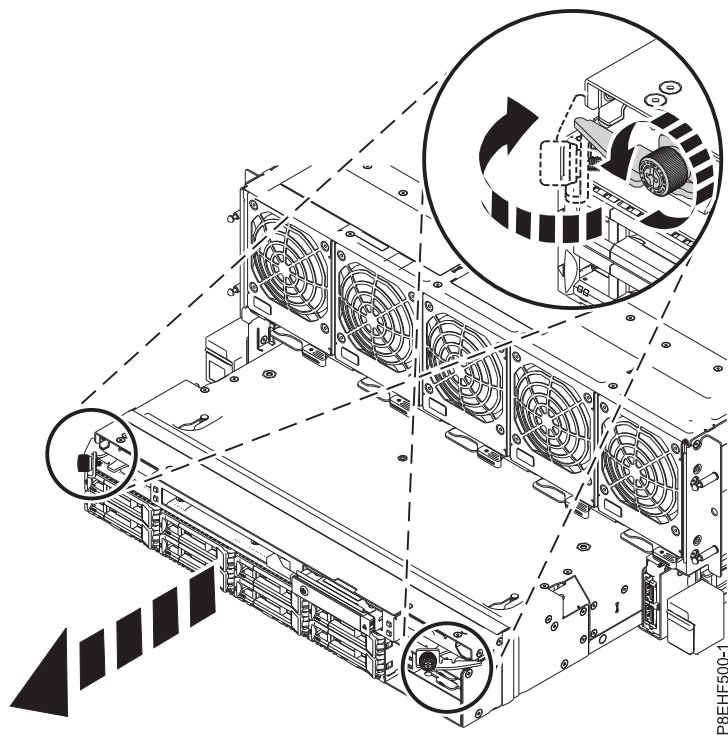

図 6. システムからの RAID アセンブリーの取り外し
3. つまみねじを、10 ページの図 6 に示されている方向に回わします。ラッチを引き出して、10 ページの図 6 に示すように RAID アセンブリーをシステムから取り外します。